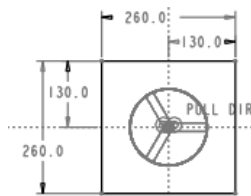

图 5.5 截面草图
(1) 选择命令。单击 模具 功能选项卡 形状 区域中的  拉伸 按钮。系统弹出“拉伸”操控板。
(2) 定义草绘截面放置属性。在绘图区中右击, 从弹出的快捷菜单中选择 定义内部草绘... 命令, 在系统弹出的“草绘”对话框中选择 MAIN_PARTING_PLN 基准平面为草绘平面, 选择 MOLD_RIGHT 基准平面为草绘平面的参考平面, 方向为 下, 然后单击 草绘 按钮, 系统进入截面草绘环境。
(3) 进入截面草绘环境后, 系统弹出“参考”对话框, 选取 MOLD_RIGHT 基准平面和 MOLD_FRONT 基准平面为草绘参考, 然后单击 关闭(C) 按钮, 绘制图 5.5 所示的特征截面, 完成绘制后, 单击“草绘”操控板中的“确定”按钮 .
(4) 选取深度类型并输入深度值。在操控板中选取深度类型  (对称), 在深度文本框中输入深度值 60.0 并按 Enter 键。
(5) 在“拉伸”操控板中单击 按钮，完成拉伸特征的创建。